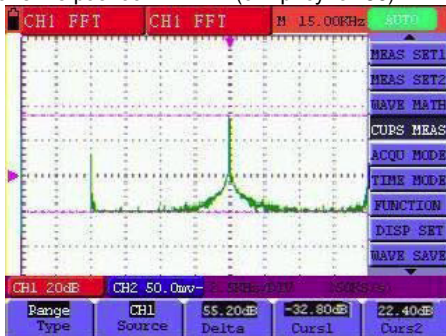

Рисунок 56. Использование курсоров для измерения амплитуды напряжения в режиме БПФ
**Желтые** кнопки ◀ и ▶ позволяют перемещать вверх и вниз курсор V1, а соответствующее значение напряжения отображается в нижней части экрана. Там же, в опции Delta отображается абсолютное значение разности V1-V2 (см. рисунок 56).